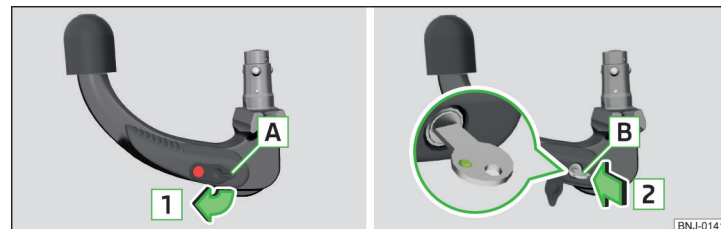

Fig. 233 Retire la tapa de la cerradura/introduzca la llave en la cerradura
- Extraiga la tapa **A** de la cerradura en el sentido de la flecha **1** » fig. 233.